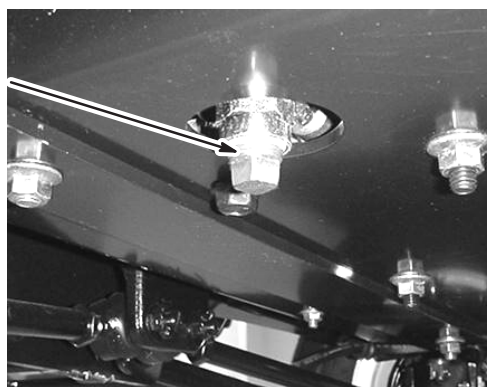

Bild 31
5. Entfernen Sie die Ablassschraube (Bild 31).